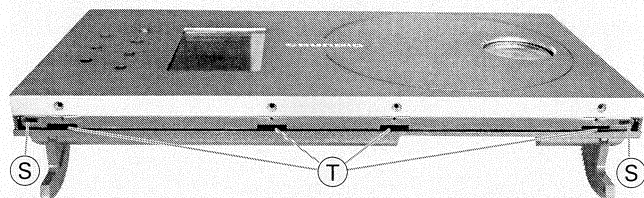
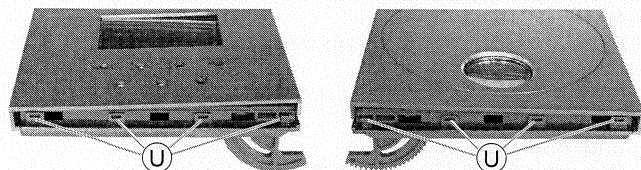

Fig. 10
Fig. 11
- Aluminium-Blende so weit von der Klappe lösen, bis die Aussparungen (S) (Fig. 10) zugänglich sind.
- Flachen Schraubendreher in die Aussparungen (S) (Fig. 10) stecken und verchromte Seitenteile nach außen schieben und abnehmen.
- Klappe vorsichtig an den Aussparungen (T) (Fig. 10) aufhebeln, Rastnasen (U) (Fig. 11) lösen und Klappe öffnen.
- Loose the aluminium faceplate from the flap as far as the cut-outs (S) (Fig. 10) are accessible.
- Put in a flat screw driver in the cut-outs (S) (Fig. 10), slide out and remove the chromed side plates.
- Carefully dehisce the flap at the cut-outs (T) (Fig. 10), release the catches (U) (Fig. 11) and open the flap.